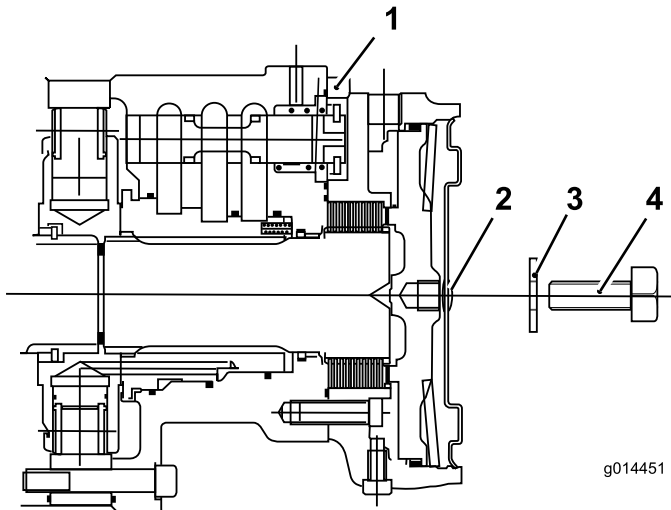

Figure 47
- C. Placez le bouchon hexagonal dans la plaque d'extrémité du moteur (Figure 47).